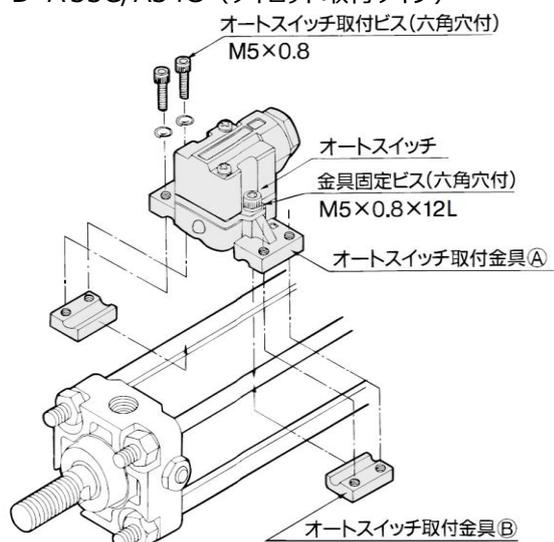

図 5-3.
- ① オートスイッチ本体のスイッチ取付金具取付ビスは、完全に締付けます。
- ② シリンダチューブにスイッチ取付バンドを図 5-3 のように巻き、大体のスイッチ取付位置にセットし、バンドの固定金具の間にオートスイッチの取付部をはめ込みます。
- ③ オートスイッチ取付ビスを、取付穴を介して取付バンドの金具ネジ部に軽く回し込みます。
- ④ 全体をスライドさせ検出位置にセット後、取付ビスを締め込み、オートスイッチを固定します。